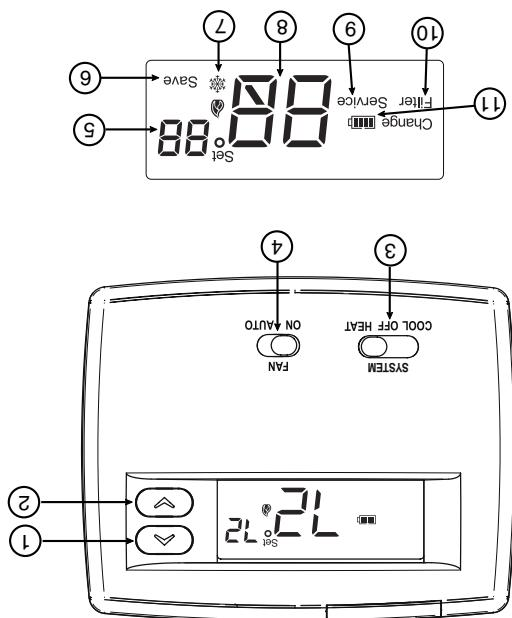

Figura 5. Pantalla, botones e interruptores del termostato
- Figura 5. Su termostato consta de dos partes: **la cubierta del termostato y la base**. Para retirar la cubierta, tire suavemente de ella para separarla de la base. Para volver a colocarla, alinee la cubierta con la base y presione suavemente hasta que se enganche en la base.
- Figura 5. Los diferentes botones interruptores (vea figura 5). Su termostato consta de los siguientes interruptores: **la cubierta del termostato** y la base.